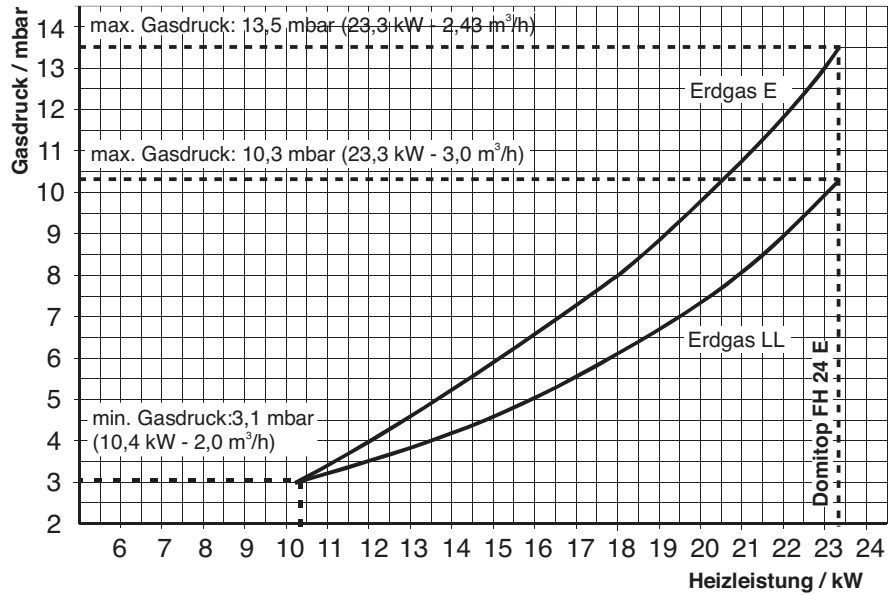
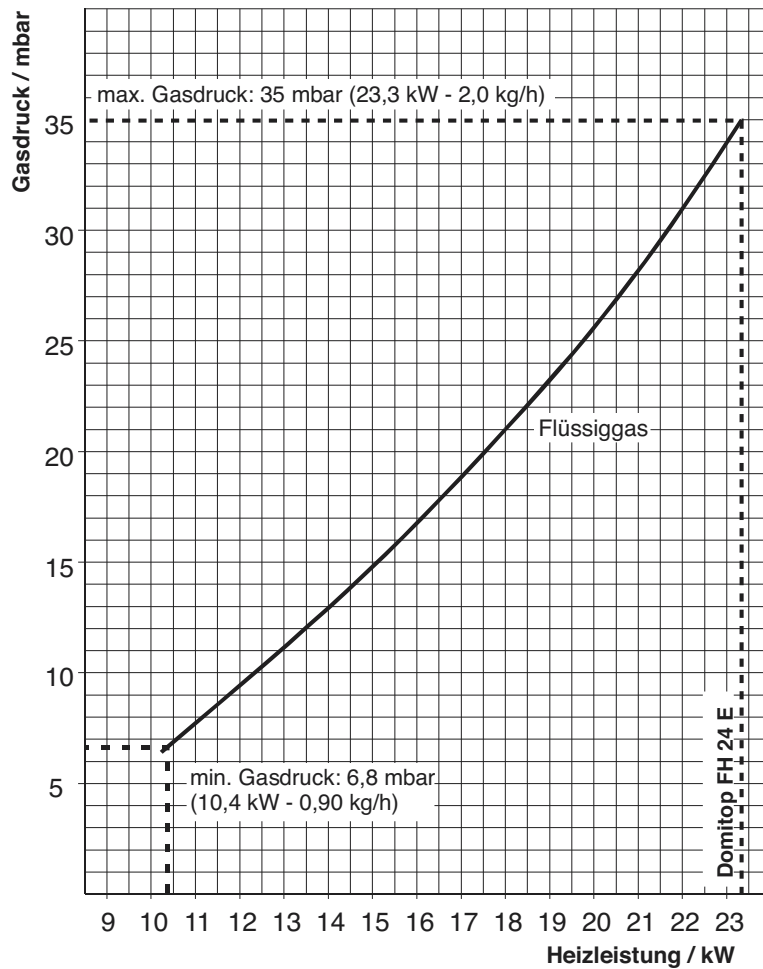

Abb. 5.9 Gas-Leistungsdiagramm Erdgas
Abb. 5.10 Gas-Leistungsdiagramm Flüssiggas
- Messen Sie den **Gasfließdruck** am Gaseingangsmeßstutzen (A) **Er muß zwischen 18 und 24 mbar liegen.**
- Schließen Sie Ihr Druckmessgerät am Gas-Ausgangs-Meßstutzen an (B).
- Ziehen Sie den Schlauch vom Luftdruckmeßstutzen (F).
- Entfernen Sie die Abdeckschraube (C).
- Stellen Sie entsprechend Diagramm Abb. 5.9 bzw. Abb. 5.10 den minimalen Gasdruck langsam an der Einstellschraube (D) ein. Der Gasdruck wird durch Drehen im Uhrzeigersinn reduziert und entgegen dem Uhrzeigersinn erhöht.
- Stellen Sie entsprechend Diagramm Abb. 5.9 bzw. Abb.5.10 den maximalen Gasdruck langsam an der Einstellschraube (E) ein. Der Gasdruck wird durch Drehen in Uhrzeigersinn erhöht und entgegen dem Uhrzeigersinn reduziert.
- Stecken Sie den Schlauch wieder auf den Luftdruckmeßstutzen (F), montieren sie die Abdeckschraube (C) und verschließen Sie die Meßstutzen A+B.